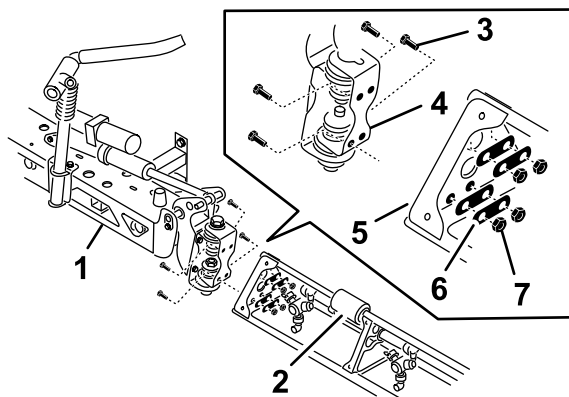

図 38
2. センターブームの両端にあるピボットブラケットを、垂直方向に向ける 図 38。
4. ヒンジプレートを三角形プレートに固定するフランジヘッドボルト4本、バックアッププレート4枚、フランジロックナット4個を使用 図 38これらは ステップ 1で外したもの。
6. ブーム昇降シリンダのロッドの先端を、ピボットブラケットのホーンツノの穴に合わせる 図 38。
7. クレビスピンとヘアピンで、ロッドの先端をピボットブラケットに取り付ける 図 38。